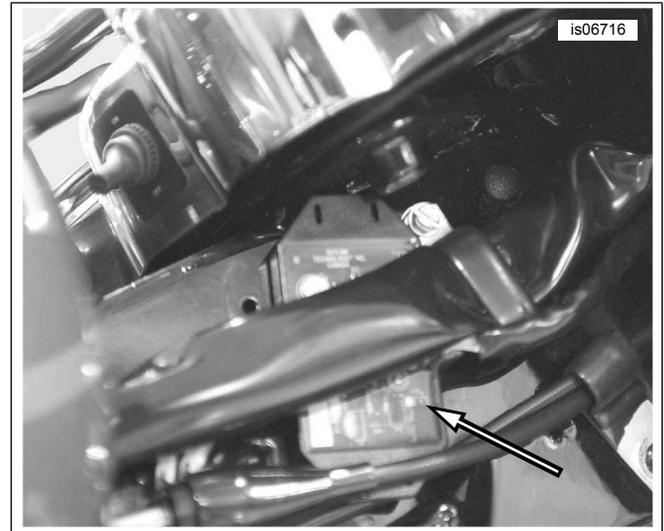

Figura 8. Transmissor montado próximo do tubo interno (FLHR)
3. Veja a Figura 8. Monte o transmissor no lado direito do quadro próximo ao tubo interno. Vá para a seção **Conexão do chicote de fios**.